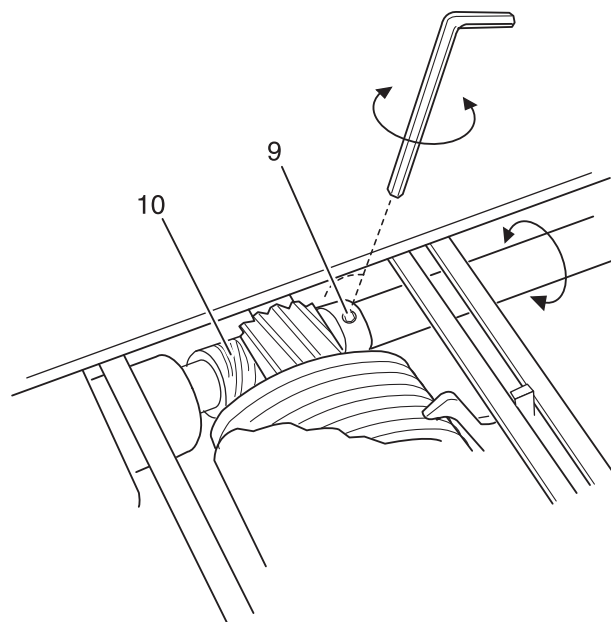

Рис. 7
- Ослабьте крепежные винты 9 ключом размером 2 мм для винтов с внутренним шестигранником (рис. 7).
- Приверните один из винтов 9 (рис. 7).